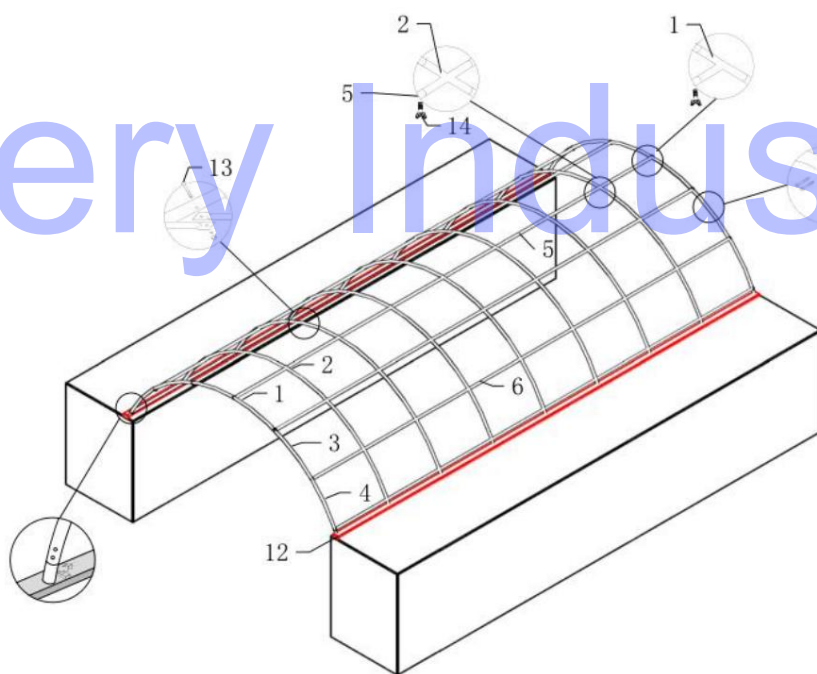

Figure 2
1. Comme indiqué sur la figure 2, repérez un raccord en T (n° 1), deux tubes cintrés supérieurs (n° 3) et deux tubes cintrés latéraux (n° 4). Assemblez-les à l'aide de vis M8 x 70 mm (n° 13). Vous obtiendrez ainsi un arc. Veuillez respecter le sens de vissage. Ne vissez pas les vis sur la partie supérieure de la ferme.